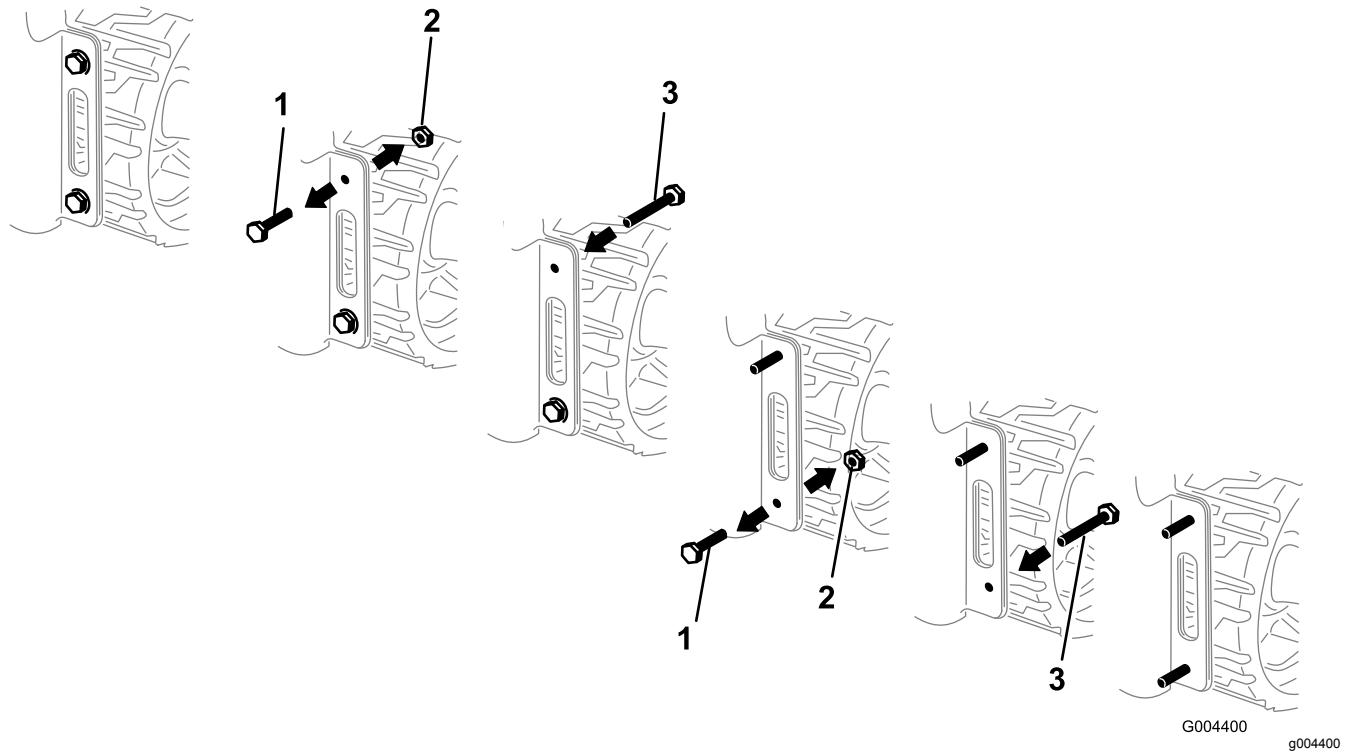

Figure 3
2. Remplacez l'un après l'autre les 4 boulons et écrous qui fixent les côtés du panneau inférieur arrière au cadre par 4 boulons neufs (1/2" x 1 1/2"), comme montré à la Figure 3.